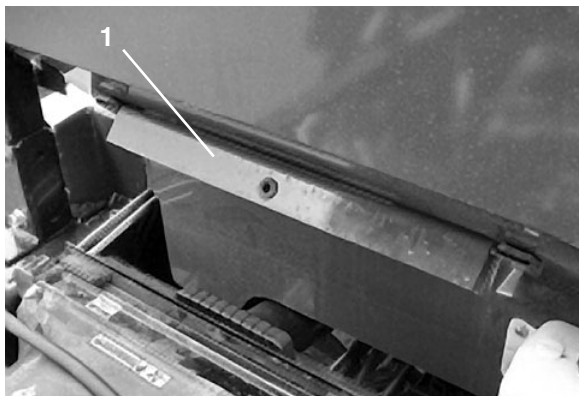

Bild 33
Verwenden der Ladepritschensicherheitsstütze (Bild 33 & 34)
2. Entfernen Sie die Ladepritschenstütze von den Aufbewahrungshalterungen hinten an der Überrollbügelplatte (Bild 33).